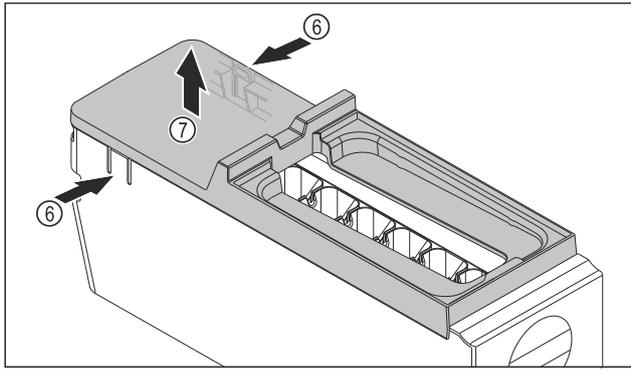

Fig. 77
- ▶ Extraer la cubierta del EasyTwist-Ice: Presionar con la mano las lengüetas Fig. 77 (6) a ambos lados del cuerpo del EasyTwist-Ice.
- ▶ Sacar la cubierta Fig. 77 (7) con la otra mano tirando hacia arriba.